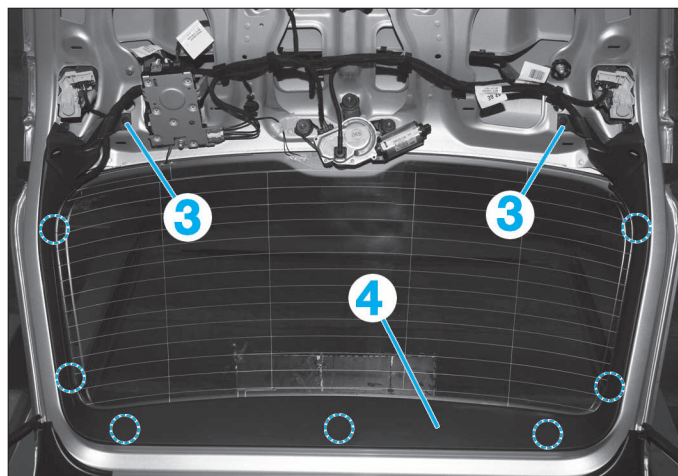

FIG. 78
- Déposer la garniture inférieure (2).
- Déposer les vis (3) (Fig.78).
- Dégrafer la garniture supérieure (4) à l'aide d'une pince d'écartement.